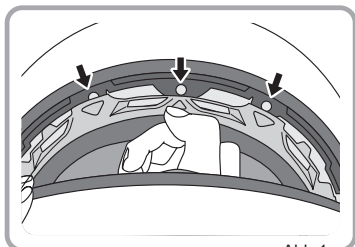

Abb.1
1. Öffnen Sie die Druckknöpfe im Vorderkopfbereich, indem Sie sie wie in Abb. 1 gezeigt nach unten ziehen.